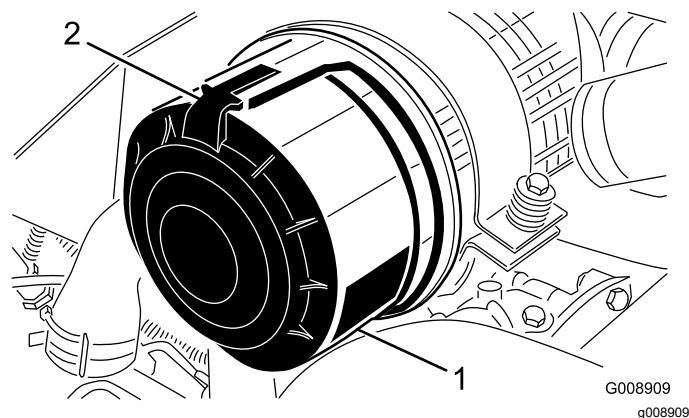

図 45
1. エアクリーナのカバーをボディーに固定しているラッチを外す(図 45)。